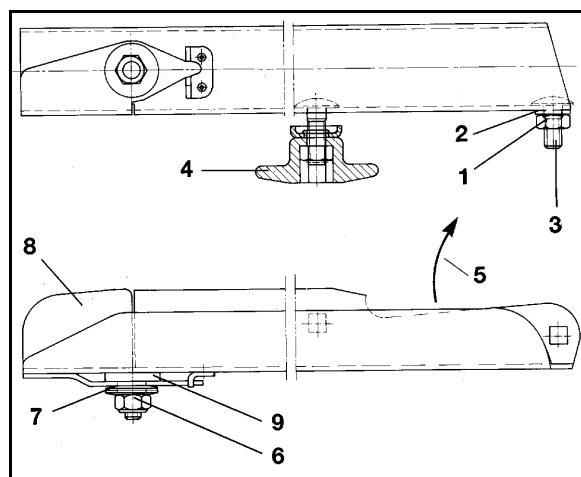

Fig. 80
1. Lossa den självlåsande muttern (mässing CuZn) (Fig. 80/6) Demontera muttern och tallriksbrickorna (Fig. 80/7).
2. Byt övergödslingsvinge (Fig. 80/8).
Beakta plastbrickan (Fig. 80/9) mellan spridartallriken och övergödslingsvingen.
4. Dra åt den självlåsande mässingmuttern (Fig. 80/6) med 6-7 Nm, så att övergödslingsvingen precis går att vrida för hand, men att den inte kan vrida sig av sig själv under arbetet.